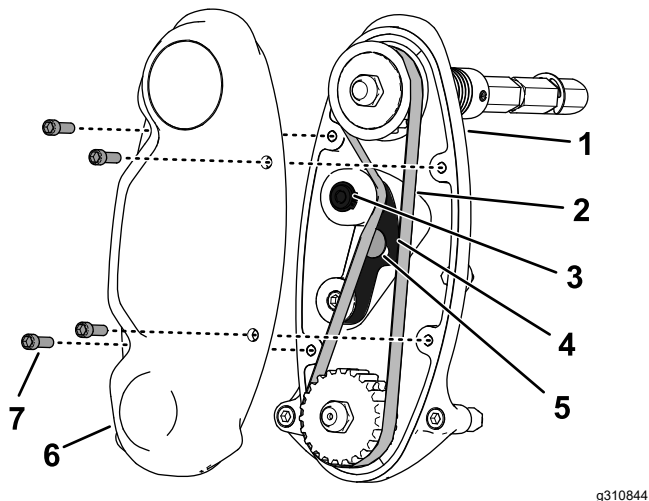

图 15
3. 使用梁式扭矩扳手向上怠轮臂内螺丝施加 6~7 N·m 的力图 15。